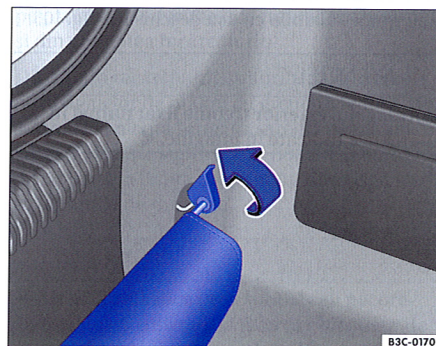

Fig. 103 În portbagaj: Punct de fixare a prelatei
– Apăsați suportul prelatei de jos ⇒ fig. 103 (săgeata) pe inelele de prindere din spate, din portbagaj. Este nevoie de forță.